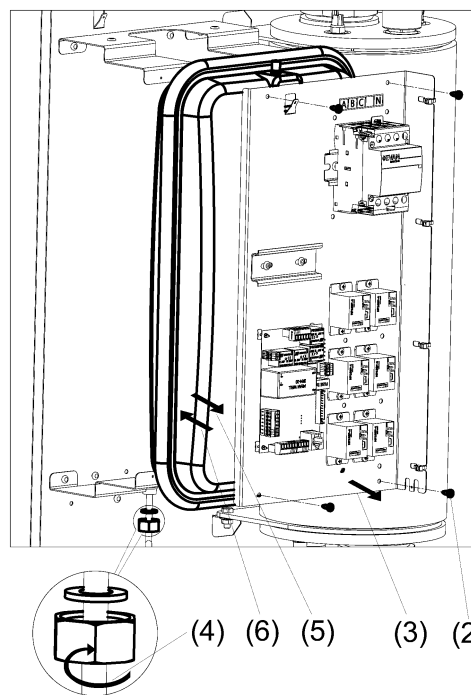

Рисунок 11. Замена расширительного бака
- (2) Открутите четыре самореза (см. рис. 11).
- (3) Снимите и уберите панель силовую с электрокомпонентами в сторону;
- (4) Открутите накидную гайку, соединяющую бак и трубопровод подачи теплоносителя.
- (5) Извлеките бак из корпуса прибора.
- (6) Установите новый бак взамен прежнего, используйте новую уплотнительную прокладку для накидной гайки.
- (7) Проверьте давление воздуха в расширительном баке. Давление воздуха должно быть в диапазоне $(1,0 \div 1,5)$ бар. При необходимости отрегулируйте давление до нормы.
- (8) Закрутите накидную гайку соединяющую напорный трубопровод подачи и бак. Выполните проверку герметичности соединения.
- (9) Подсоедините провода к электрокомпонентам расположенных на панели силовой.